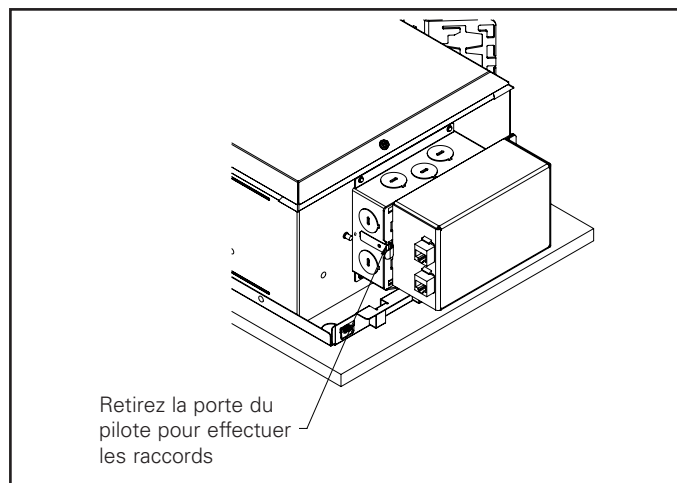

Figure 8.
1. Retirez le couvercle extérieur de la boîte de jonction (pilote fixé au couvercle) (Figure 8).
1. Retirez la porte extérieure de la boîte de jonction. Raccordez les fils d'alimentation et les fils de commandes/gradation appropriés comme indiqué aux schémas de câblage et conformément à vos Codes de l'électricité locaux ou nationaux (consultez la Figure 8).